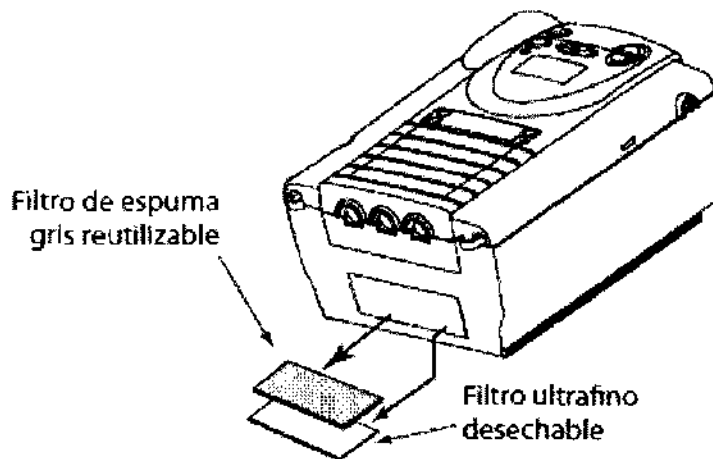

Figura 8-2 Extracción de los filtros
3. Retire los filtros de la caja tirando de los bordes de los filtros. El filtro superior es el filtro de espuma gris reutilizable. El filtro inferior es el filtro ultrafino blanco desechable opcional (figura 8-2).